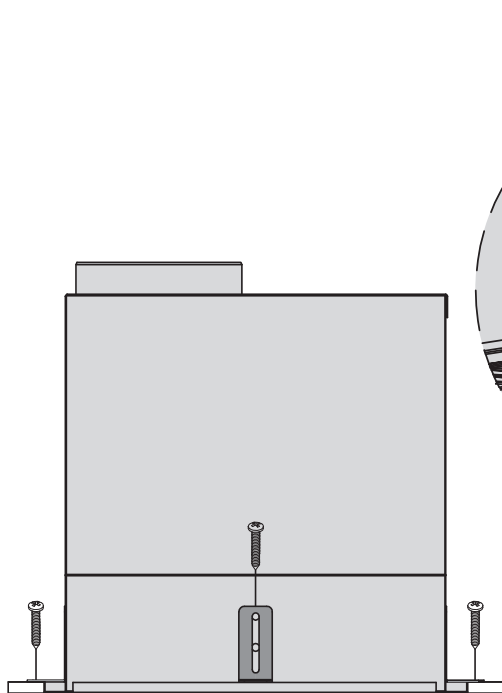

Figure 5
- À l'aide des vis de montage appropriées (non incluses), fixez les supports de montage à la base de la hotte (voir les figures 5, 6 et 7).